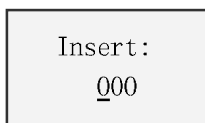

图 4.15 插入功能块
1. 于 Editor 编辑画面的 “>Insert FB” 处按下 “OK”, 则进入插入状态, 如图 4.15: